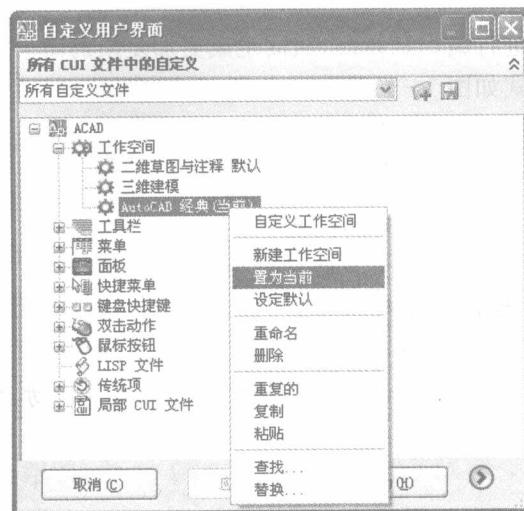
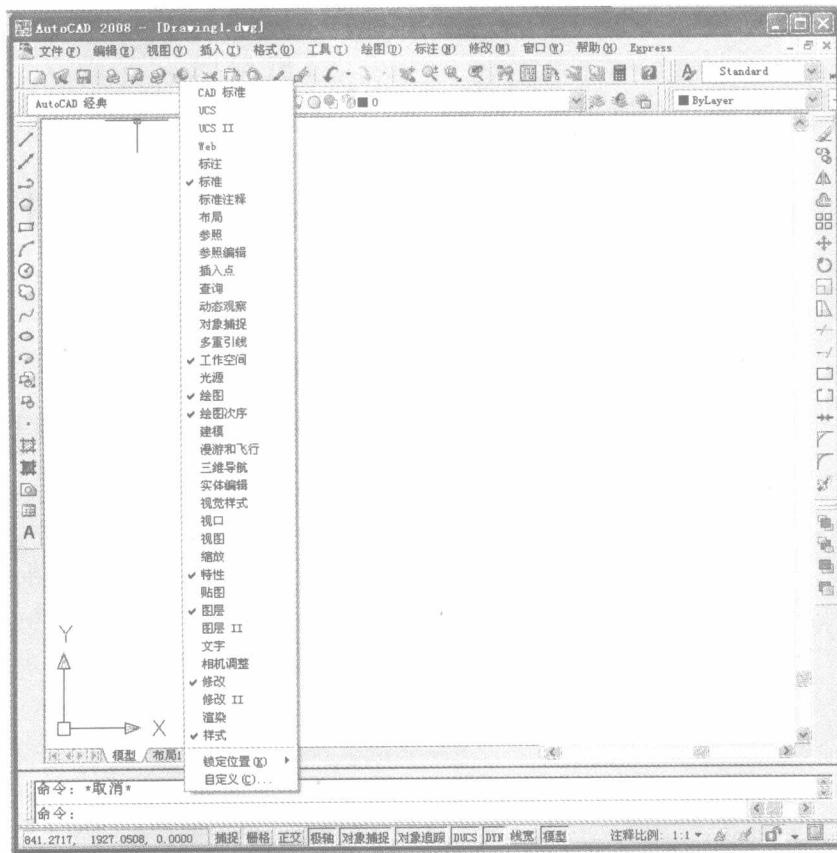

图 1-5
图 1-6
(1)选择“视图”菜单→“工具栏”命令(见图 1-4)→打开“自定义用户界面”对话框(见图 1-5)→在“所有 CUI 文件中的自定义”窗格内,右击“AutoCAD 经典”→在其下拉菜单内单击“置为当前”→单击“应用”按钮→出现经典工具栏(见图 1-6)。
(2)将鼠标指针放在工具栏的任一位置,单击右键,在弹出的快捷菜单中选择需要的工具栏名称即可(见图 1-6)。